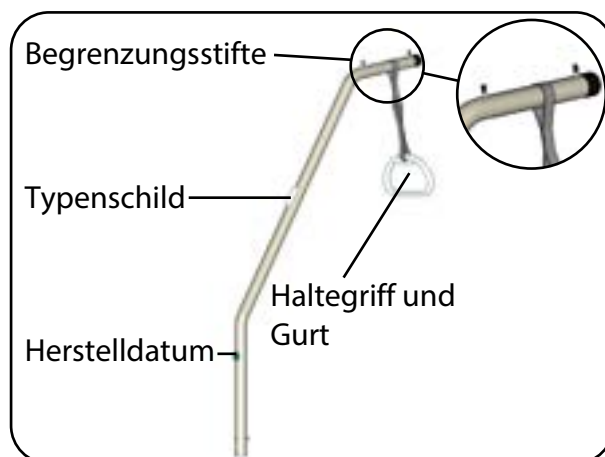

Abb. 6.6.02 – Aufrichter mit Haltegriff und Gurt
4. Positionieren Sie die Halteschleife des Gurtes zwischen den beiden Begrenzungsstiften am Aufrichter (Abb. 6.6.02).